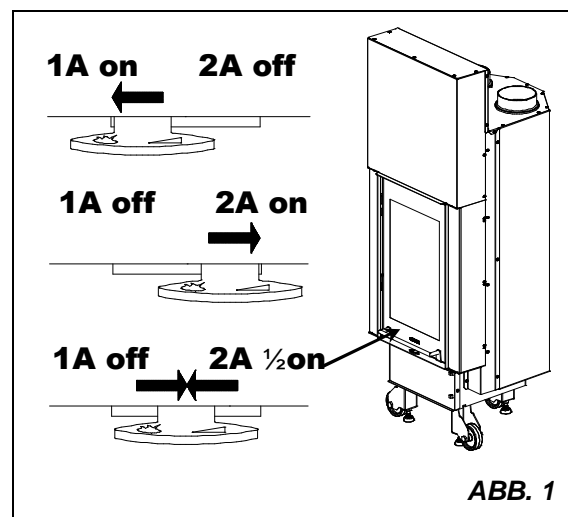

ABB. 1
- **Modell 400:** den Hebel nach links bewegen (ABB. 1).
- **Modell 400:** den Schieber komplett nach rechts bewegen (ABB. 1) um die Primärluft zu schließen.